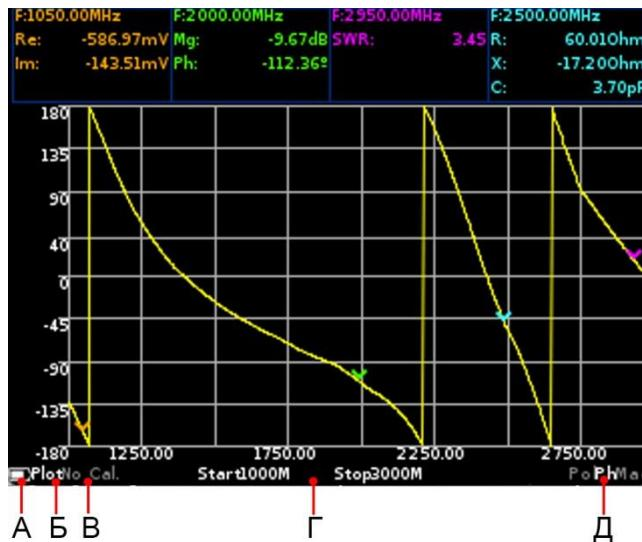

Рисунок 8.1 – Экран прибора
8.2. Справа, от индикатора состояния аккумулятора отображается режим (Б), рисунок 8.1, в котором находятся кнопки перемещения (8):
- **Plot** – режим, в котором кнопками (8) производится переключение диаграмм и графиков на экране прибора;
- **Span** – кнопками (8), пользователь может изменять диапазон обзора при постоянной центральной частоте;
- **Freq** – кнопками (8) производится изменение начальной и конечных частот без изменения ширины частотного плана (сдвиг частотного плана);
- **Mkr 1 ... Mkr 4** – активный маркер, который может быть перемещен кнопками (8). Переключение между маркерами производится нажатием на кнопку (11) «**МKR**»;
- **Amp** – режим, в котором кнопками (8) производится изменение опорного уровня при выводе таких графиков, как магнитуда, логарифмическая магнитуда и КСВН
8.3. Обозначение типа калибровки (В) рисунок 8.1:
8.4. В центре нижней строки отображается частотное задание (Г) рисунок 8.1:
8.5. В правом нижнем углу экрана отображается тип выведенного на экран прибора графика (Д) (Рисунок 8.1):